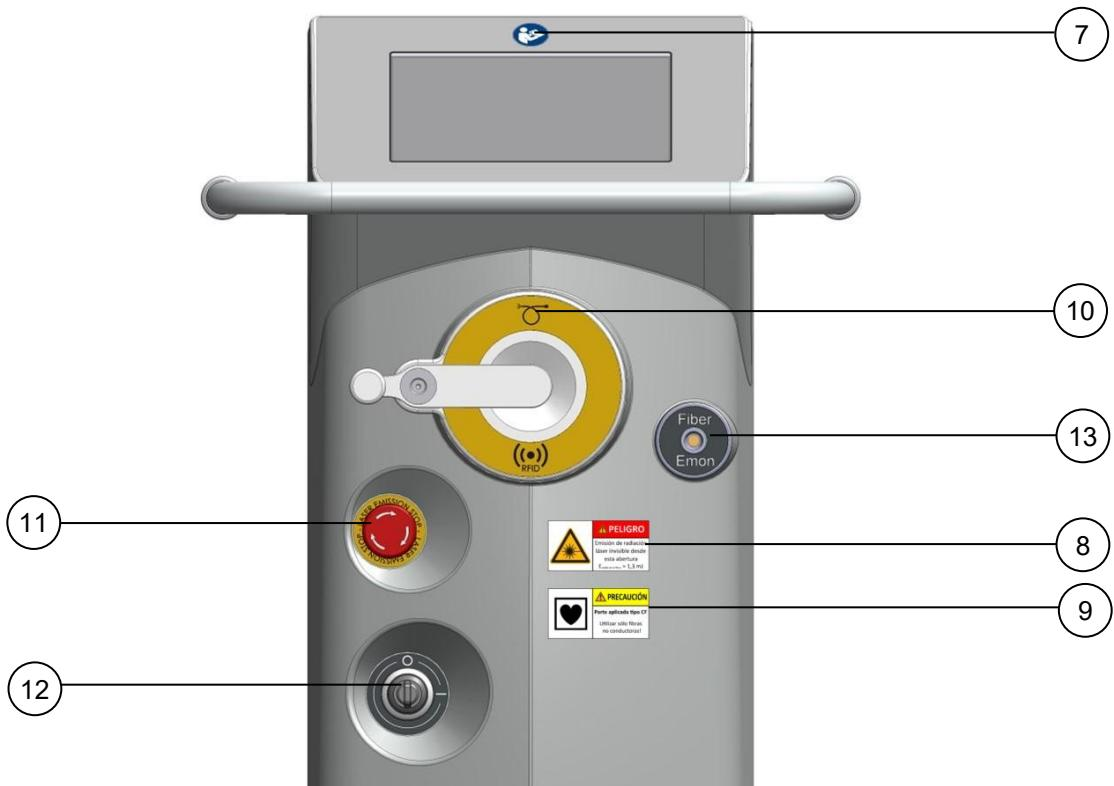

Fig. 2-2: Vista frontal
7.	<p>Siga las instrucciones de uso.</p> <p>La etiqueta se encuentra en la parte frontal la ELIOS laser console, encima del panel táctil (ver Fig. 2-2).</p>
8.	<p>La etiqueta de identificación de advertencia del láser advierte sobre la emisión de radiación láser en esta posición.</p> <p>La etiqueta se encuentra en la parte frontal del láser, cerca de la abertura del haz láser (ver Fig. 2-2).</p>
10.	<p>Conexión de la fibra.</p> <p>La etiqueta se encuentra encima del conector correspondiente en el panel frontal (ver Fig. 2-2).</p> <p> Símbolo de identificación de radiofrecuencia  Aplicador de fibra óptica</p>
11.	<p>Identificación del botón de parada de emisión del láser.</p> <p>La etiqueta se encuentra en la parte frontal del láser (ver Fig. 2-2).</p>
12.	<p>Indicación de posición de la cerradura de contacto.</p> <p>O = "Desactivado" I = "Activado"</p> <p>La etiqueta se encuentra en la parte frontal del láser (ver Fig. 2-2).</p>
13.	Monitor de energía de la fibra. La etiqueta se encuentra en la parte frontal del láser (ver Fig. 2-2).